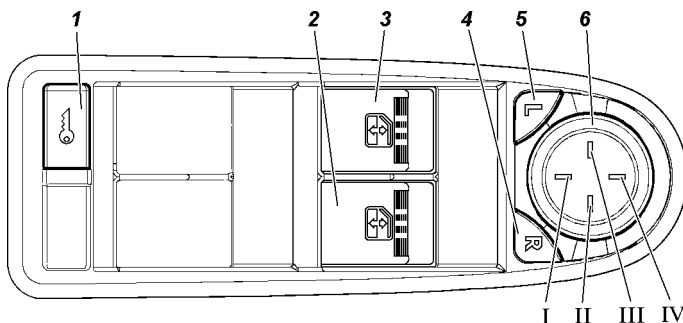

Рис. 3.14. Модуль переключателей двери водителя с мультиплексным управлением:
водительской двери происходит только разблокировка двери водителя, а при повторном нажатии на кнопку 2 ПДУ или кнопку 1 (рис. 3.14) МДВ - разблокировка остальных боковых дверей и двери задка.
- нажать выключатель 1 (рис. 3.14) МДВ. Каждое нажатие производит блокировку или разблокировку замков.
Управление положением стекла производится выключателями, расположенными на подлокотниках соответствующих дверей автомобиля. На подлокотнике двери водителя выключателями 2,3 (рис. 3.14), осуществляется управление перемещением положения стекол боковых дверей.
Управление электроприводом левого и правого наружных зеркал производится единым переключателем 6 (рис. 3.14), расположенным на МДВ. Выбор подлежащего регулировке по командам от переключателя зеркала производится одним из выключателей 6 или 7 МДВ - кнопок выбора зеркала. Одновременная регулировка положения левого и правого зеркал невозможна.